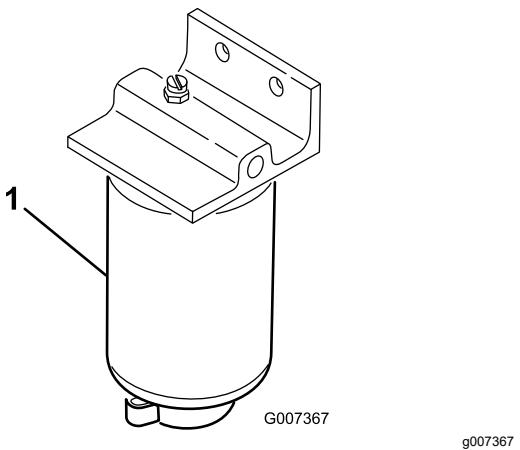

Figure 55
1. Placez un bac de vidange propre sous le filtre à carburant (Figure 55).